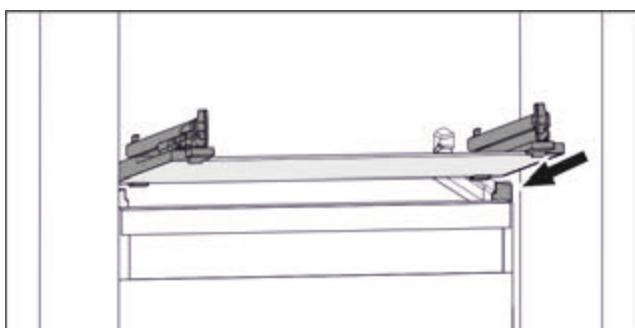

Fig. 48 Приближене відображення скляної пластини
- Встановити скляну пластину за стопорами навскоси. (див. Fig. 48)